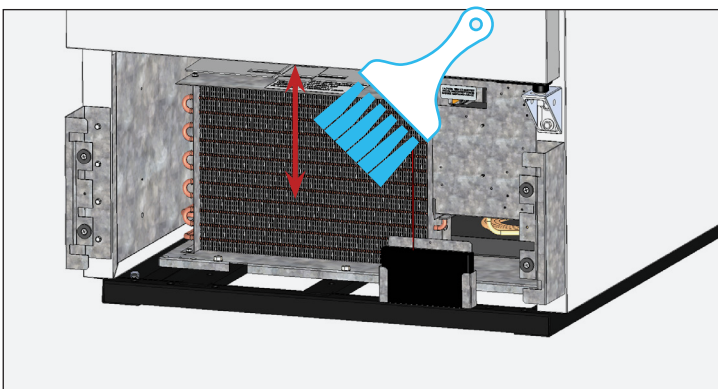

Fig. 5. Nunca pase el cepillo en perpendicular por las aletas del serpentín.
3. Con un cepillo de cerdas duras, limpie con cuidado la suciedad acumulada en las aletas del serpentín delantero del condensador. Véase la fig. 5.